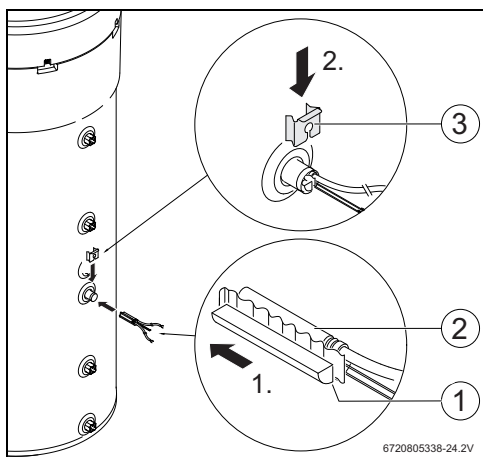

Fig. 11
- ▶ Installare la sonda di temperatura fornita a corredo dell'accessorio (fig. 11, [2]) tramite il set di montaggio (fig. 11, [1]) e posizionarli come rappresentato in fig. 11.
- ▶ Applicare la clip di fissaggio (fig. 11, [3]).